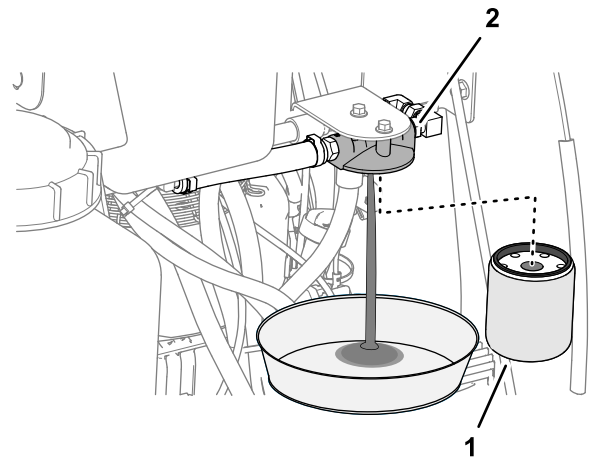

**Figura 101**
3. Limpie la zona alrededor del filtro hidráulico y el cabezal del filtro (Figura 101).